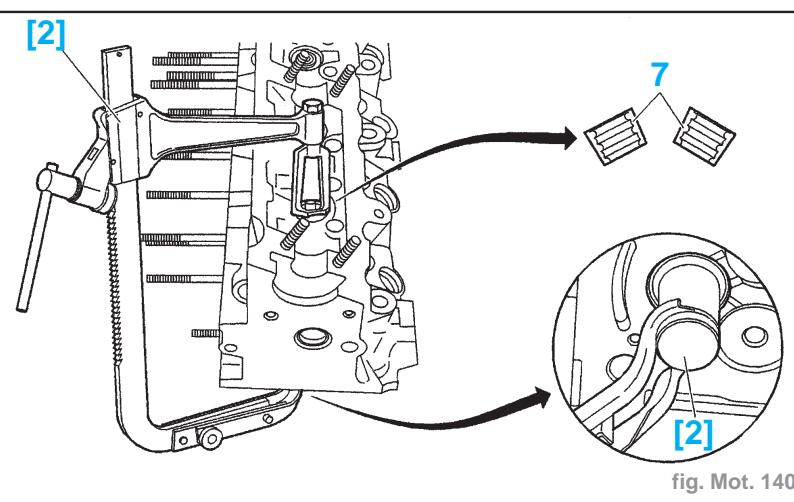

fig. Mot. 140
- Mettre en place l'outil [2] genre **FACOM U43LA** (fig. Mot. 140).
- les demi-cones (7)
- Comprimer le ressort à l'aide du compresseur [2] (fig. Mot. 140).